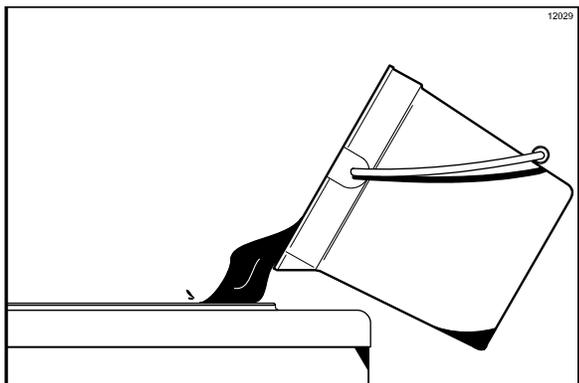

Figura 99
1. Vierta dos galones (7.6 litros) de agua fría limpia en la tolva de mezcla de batidos. Con el cepillo blanco para tolva, talle la tolva de mezcla, las sondas de detección de nivel de mezcla y la parte externa de la estructura del eje motor del agitador. Utilice el cepillo doble para cepillar el orificio de entrada de mezcla. (Vea la figura 99).